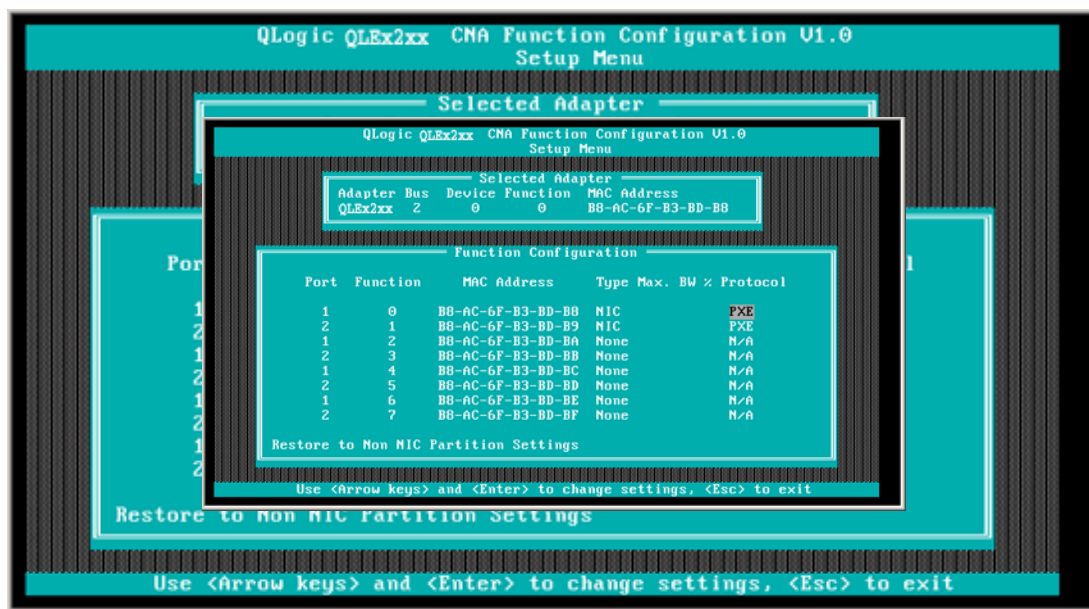

Abbildung 5-20. Fenster für die CNA-Funktionskonfiguration des QLogic-Geräts 82xx
2. Stellen Sie im Hauptfenster der CNA-Funktionskonfiguration sicher, dass die Option **Protocol** (Protokoll) auf **PXE** eingestellt ist (siehe Abbildung 5-20).